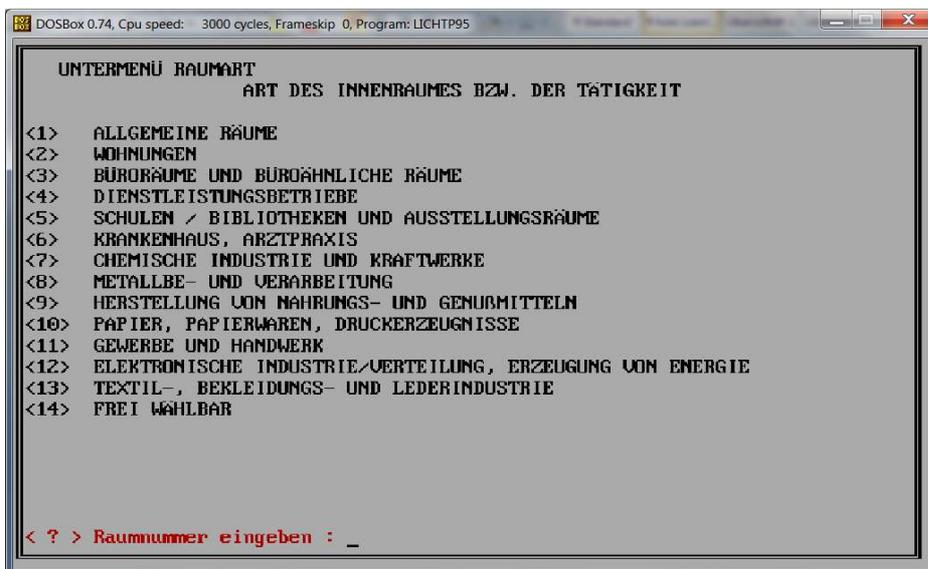

Bild 4)
5.1 Untermenü RAUMART (Bild 4 + 5)